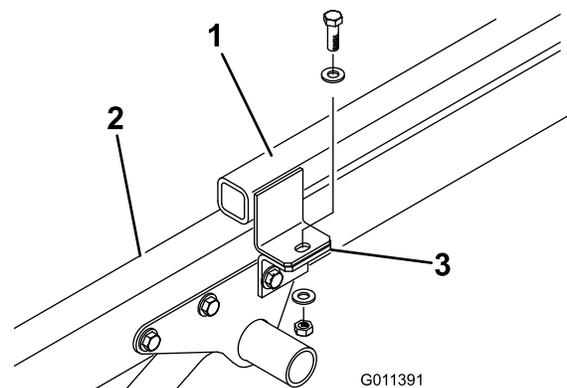

Рисунок 6
3. Снимите винт с головкой, 2 плоских шайбы и контргайку, которые крепят монтажный кронштейн к штангам сцепного устройства. (Рисунок 6).